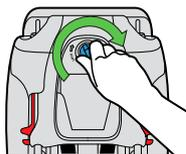

Figure 111
- Insérez le panneau d'accès et tournez le verrou du panneau d'accès vers la droite pour le verrouiller, tel qu'illustré dans la **Figure 111**.